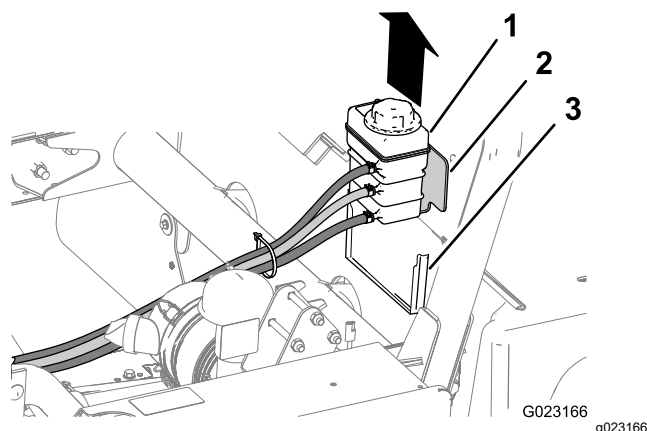

図 9
1. 冷却液タンクを持ち上げて、ROPSシールドのサポートブラケットから取り外す 図 9。